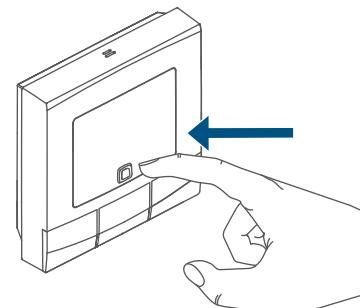

Figure 6
- Sélectionnez le point de menu « Procéder à l'apprentissage de l'appareil » (voir Figure 6).
- Ouvrez, le cas échéant, le compartiment à piles (G) en retirant le support mural au moyen d'un tournevis plat (*→v. figure*).